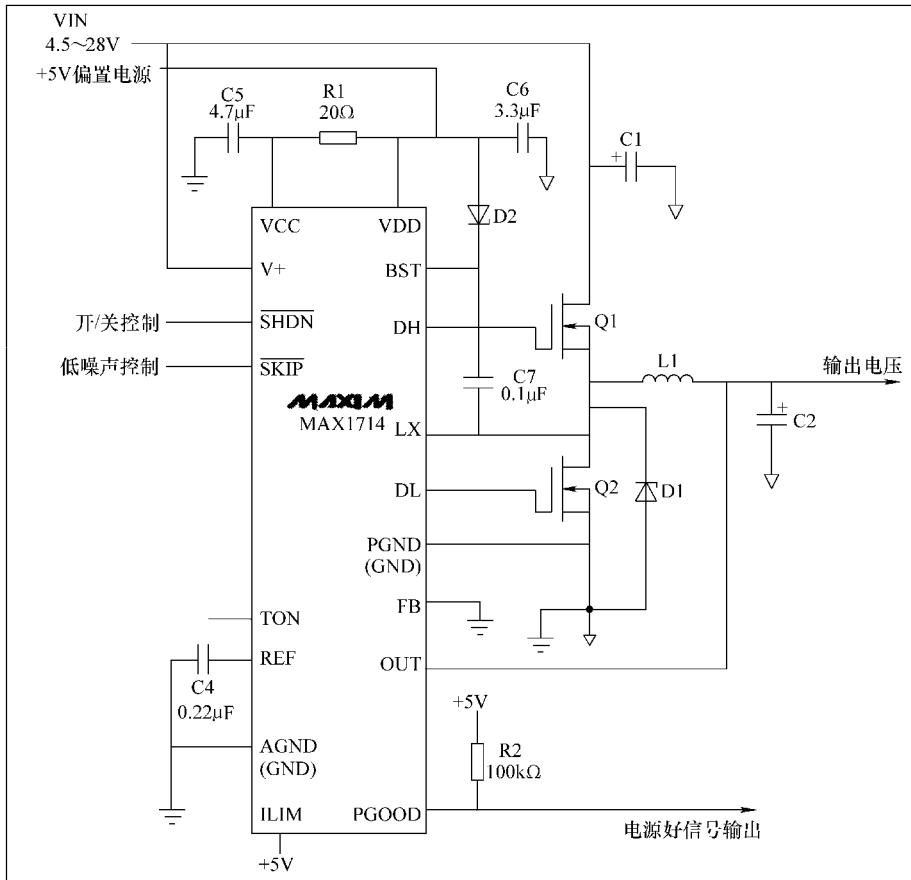

图 3-17 由 MAX1714 组成的 CPU 外核供电电路原理图
由 MAX1714 组成的 CPU 外核供电电路原理图如图 3-17 所示。16V 的供电经熔断电阻加到 MAX1714 的总供电⑰脚 V + 输入, 同时供给高端管 Q1 的 D 极。另一路来自系统供电电路的 5V 偏置电源分别送入 MAX1714 芯片的⑲脚 BST (高端激放), ⑭脚 VDD, 通过一个 20Ω 电阻送入到⑮脚 VCC (低端激放, VCC 内部反馈电路供电输入)。当 16V 与 15V 正常后, ⑬脚 DL 将产生保护直流 5V 输出, 当 SHDN (这个信号常有或瞬间才有) 控制信号到来时, 整个电路应产生正常的 2.5V 输出, 提供给 CPU 外核供电, REF 有 2V 的基准电压输出, PG 有 5V 的电源好信号输出给 CPU。